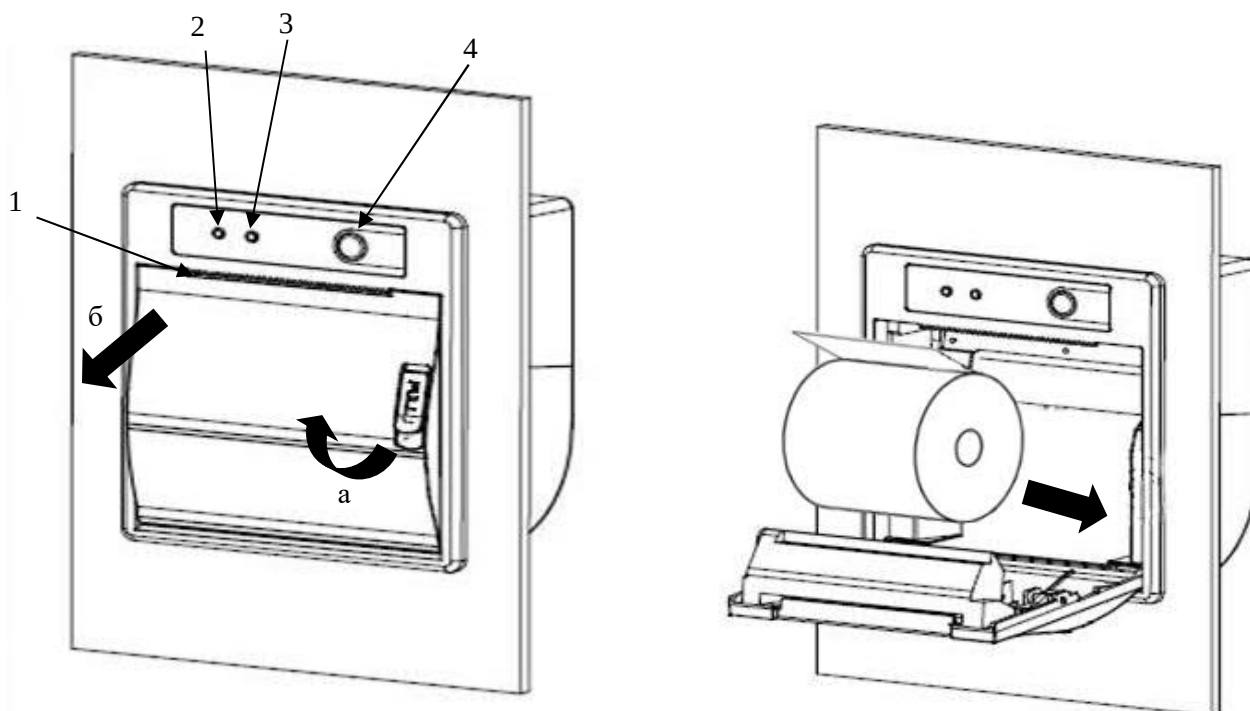

Рисунок 7 Установка бумаги в принтер
16.1 Для замены бумаги, потянуть вверх рычаг открытия/закрытия отсека хранения бумажного рулона (Рис.7 поз.а).
16.2 Потянуть на себя крышку отсека хранения бумажного рулона (Рис.7 поз.б).
16.3 Вставить новый рулон бумаги, таким образом чтобы свободный край оказался сверху рулона (Рис. 7).
16.5 Закрыть крышку отсека хранения бумажного рулона до щелчка, таким образом чтобы свободный конец бумаги оказался на автоматическом резаке бумаги (Рис.7 поз.1).
16.6 Если крышка закрыта не плотно, то загорится индикатор ошибки «STATUS» (Рис.7 поз.3), в случае если загорелся индикатор «POWER» (Рис.7 поз 3), то все манипуляции произведены правильно – принтер готов к работе.
16.7 Кнопка автоматической протяжки бумаги (Рис.7 поз 4), служит для дополнительной протяжки бумаги в случае необходимости.